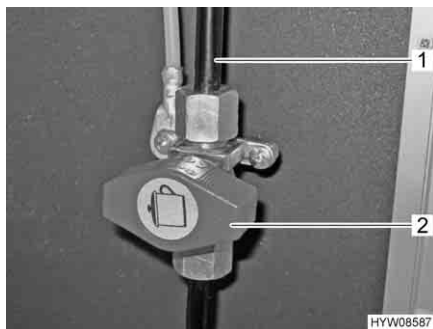

Fig. 37 Simbolo sul rubinetto di arresto del gas
Nel veicolo, il fornello a gas è dotato di un rubinetto di arresto del gas (Fig. 37,2).
- Apertura:** ■ Posizionare il rubinetto di arresto del gas parallelamente alla tubatura (Fig. 37,1) che alimenta il fornello a gas.
- Chiusura:** ■ Posizionare il rubinetto di arresto del gas trasversalmente alla tubatura (Fig. 37,1) che alimenta il fornello a gas (Fig. 37).